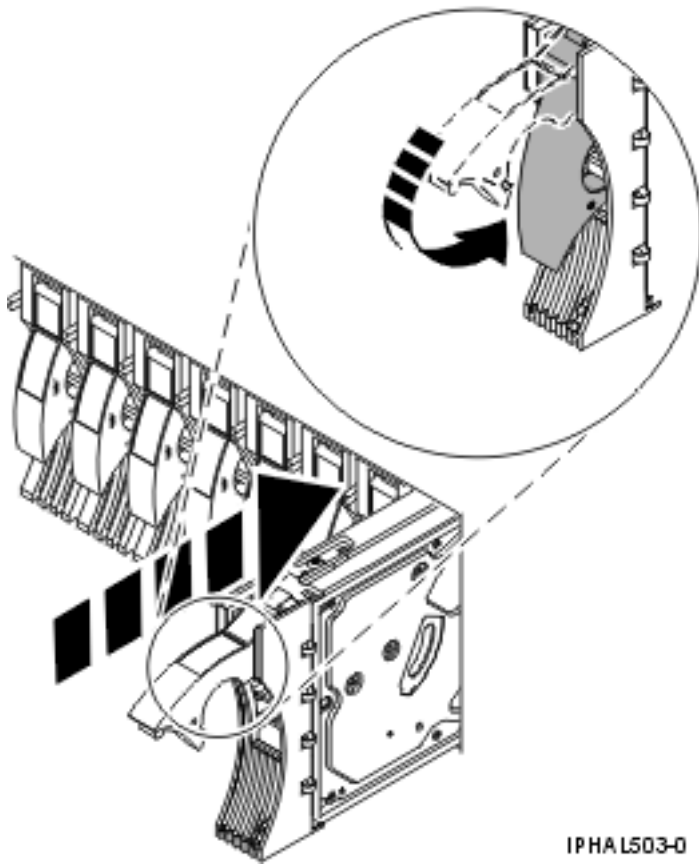

Figure 4. Installation d'une unité de disques sur un modèle 7031-D24
18. Faites glisser complètement l'unité de disques dans l'unité centrale (voir figure 4, à la page 18).